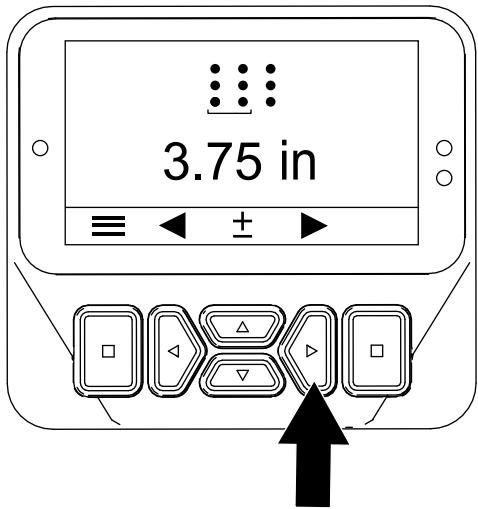

図 48
5. 右ボタンを押して、「穴間隔の設定」画面を表示する (図 48)。
6. 右ボタンを押して、「タイン直径の設定」画面を表示する(図 48)。